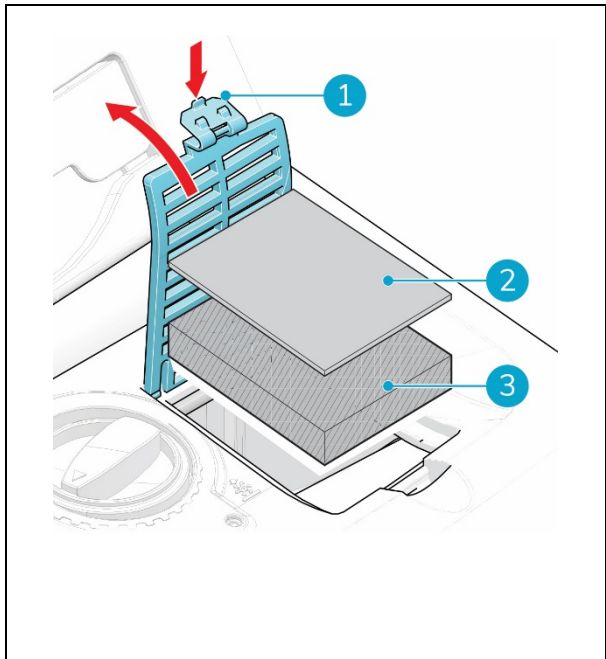

Figura 23
1. Abra a tampa (Figura 23, posição 1).
2. Remova a camada de algodão da saída de ar em feltro antiga (Figura 23, posição 2).
3. Remova a saída de ar em feltro antiga (Figura 23, posição 3).